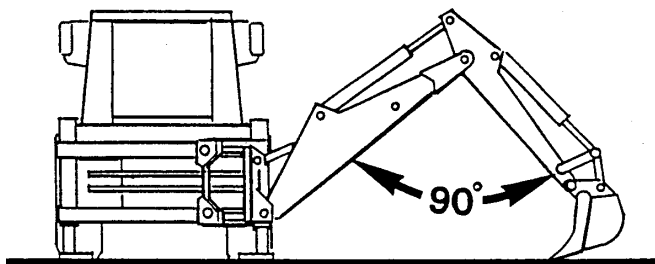

Рис. 4.61. Установка экскаваторного оборудования для его смещения вбок
4. С помощью соответствующих рычагов управления установить экскаваторное оборудование так, чтобы ковш упирался зубьями (режущей кромкой) в опорную поверхность и чтобы рукоять была установлена (разложена) под углом 90° относительно стрелы (Рис. 4.61).